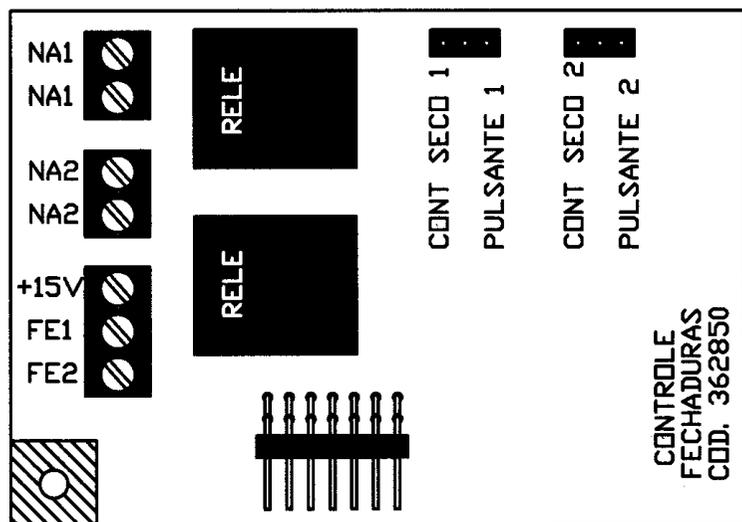

FIGURA 5
- 2) Retire a placa de fechaduras e configure os jumpers J1 (fechadura 1) ou J2 (fechadura 2) para a posição "P" (pulsante 12 Vdc) **figura 5**;